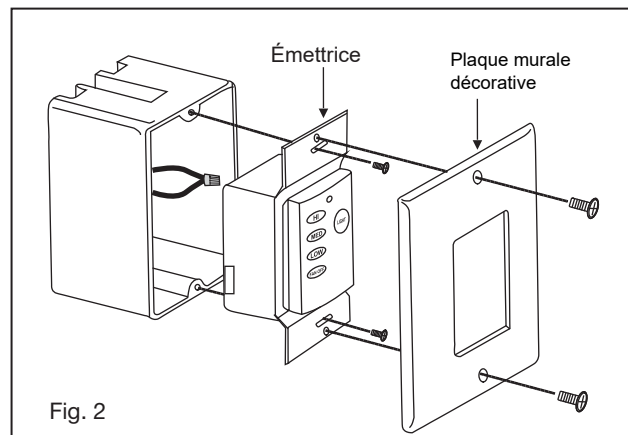

Fig. 2
- 2 Installez l'émetteur mural sur la boîte murale existante à l'aide des vis fournies. Fixez la plaque murale avec les vis de montage pour terminer l'installation. (Fig.2)